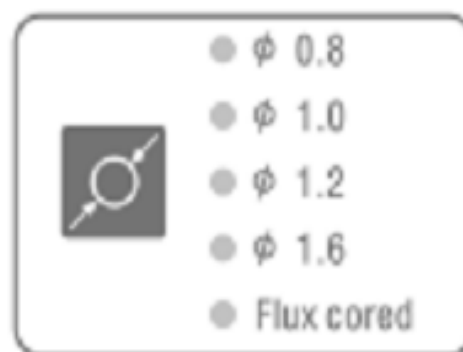

Figure 5.5: Wybór średnicy drutu
- 4) Wybierz średnicę drutu spawalniczego przez naciśnięcie klawisza wybierania (*rysunek 5.5*)